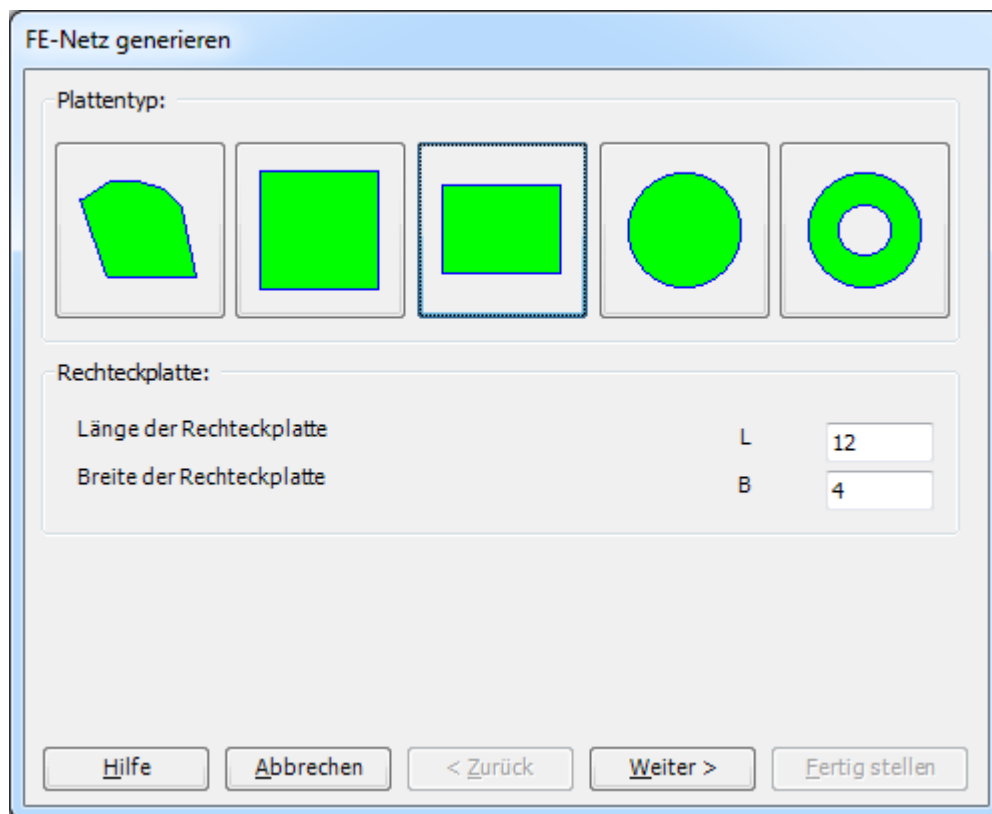

Bild 6.7 Auswahl von Netzschablonen
- Wählen Sie "FE-Netzdaten" aus der Registerkarte "Daten". Eine Auswahl von Schablonen verschiedener Netzformen erscheint (Bild 6.7)